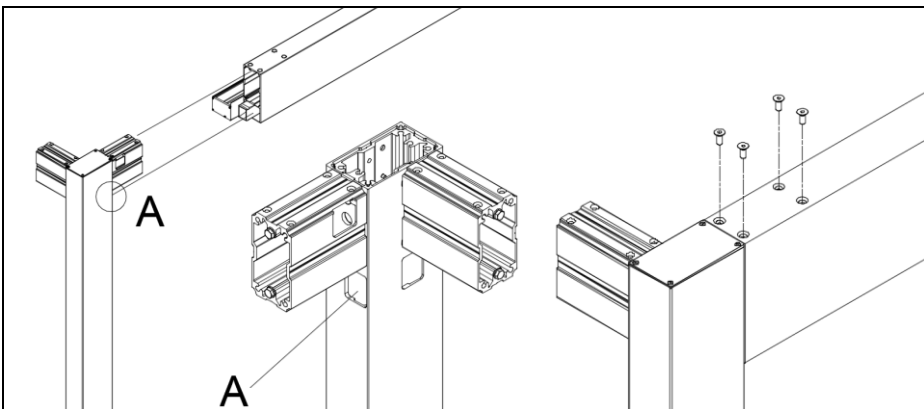

Figure 32
12. En position couchée, insérez les poteaux armés des pieds adéquats dans les deux extrémités de la deuxième barre longitudinale, l'une après l'autre. Les drains inférieurs de la barre longitudinale pénètrent dans la fenêtre carrée (A) du montant (du côté le plus étroit) sous l'os. L'os au sommet de la colonne doit être inséré dans la chambre supérieure de la poutre (fig. 32-gauche).
13. Vissez l'angle en haut avec 4 vis à tête fraisée M8x20 (fig. 32-droite).